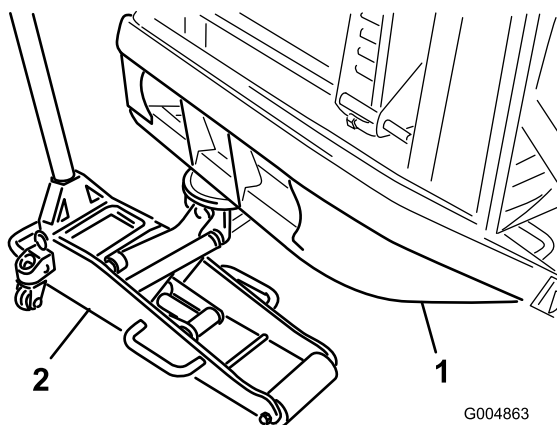

Figura 15
2. Coloque un soporte debajo de cada motor de rueda y un gato debajo del parachoques trasero (Figura 15) o eleve la máquina con un polipasto.